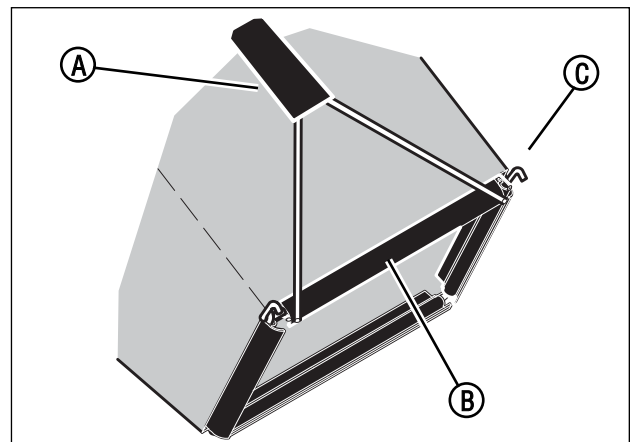

Figura 6: installazione dei fermagli della borsa
2. Verificare che l'impugnatura (A, Figura 6) rimanga all'esterno della sacca raccogliherba.
3. Innanzitutto, fissare i fermagli (B, Figura 6) al lato del gruppo telaio (C). Quindi, fissare i fermagli alla parte superiore ed inferiore del gruppo telaio.